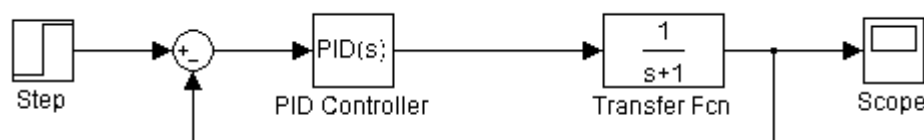

Рис. 1.1
2.1. Запустите пакет Simulink. Соберите схему моделирования, представленную на рис. 1.1.
5.3. Определите критический коэффициент усиления регулятора K_u и период колебаний T_u . Для этого воспользуйтесь схемой моделирования на рис. 1.1. Введите передаточную функцию в блок Transfer Fcn и установите в блоке PID Controller $P=1, I=D=0, N=100$. Запустите процесс моделирования. Увеличивайте коэффициент усиления пропорциональной составляющей P и наблюдайте за реакцией системы в блоке Scope до тех пор, пока не возникнут незатухающие колебания. После этого зафиксируйте значение $K_u = P$ и определите период колебаний T_u .
8.1. Соберите схему моделирования, представленную на рис. 1.1. Введите в блок Transfer Fcn передаточную функцию объекта управления. Установите в блоке PID Controller следующие численные значения параметров регулятора: $P=1$, $I=D=0$. Остальные настройки оставьте по умолчанию.